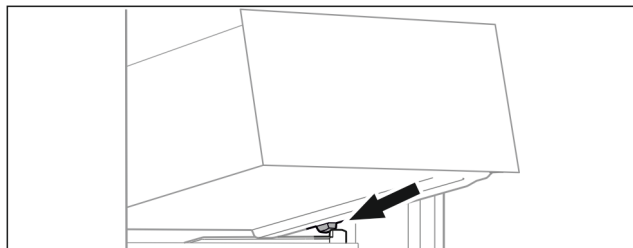

Fig. 63
- Наклоняя вниз, установите выдвижной ящик за стопору на контейнерное ребро. (см. Fig. 63)